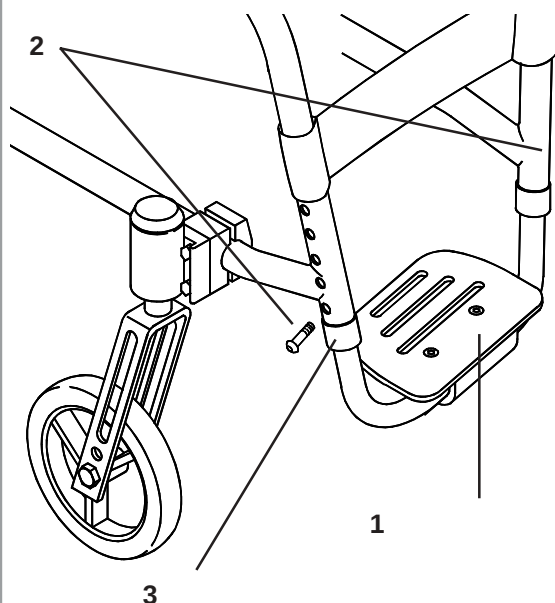

Fig. 23
Voor het afstellen van de hoogte (Fig. 23) van de gefixeerde voetenplank (1) verwijdert u de twee kruiskop schroeven (2) aan beide zijden van de voorkant van het frame van de rolstoel (3) en plaatst u de voetsteun in de gewenste positie, plaats de kruiskop schroeven in de juiste gaten en draai de schroeven weer vast op een aanhaalmoment van 5Nm.